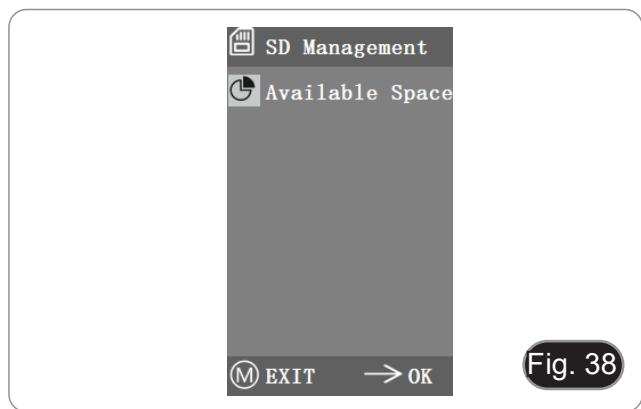

Fig. 38
1. Despues de insertar la tarjeta SD, el espacio restante y el espacio total de la tarjeta SD se pueden ver en "Available Space". (Fig. 38)